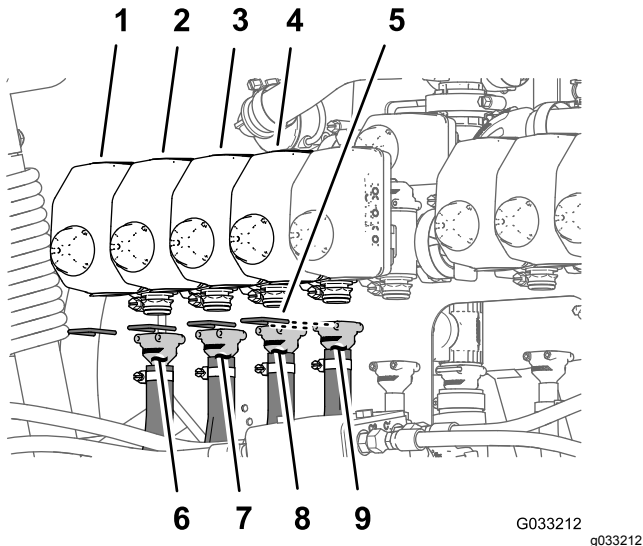
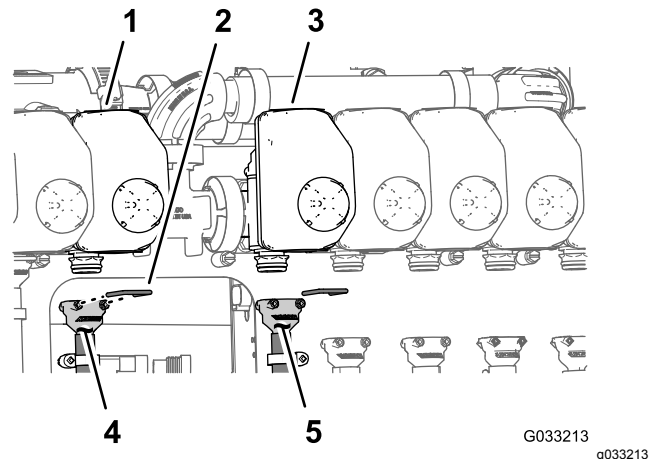
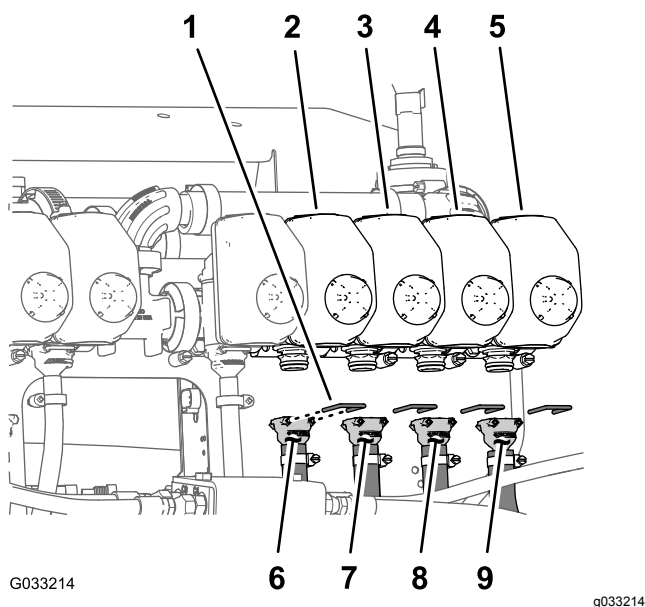

Figura 138
Figura 139
Figura 140
Nota: Consulte la Figura 138 en Conexión de las mangueras a las válvulas de boquillas 1 a 4 (página 67), Figura 139 en Conexión de las mangueras a las válvulas de boquillas 5 y 6 (página 67), y Figura 140 en Conexión de las mangueras a las válvulas de boquillas 7 a 10 (página 68) para conocer las posiciones de las válvulas de las boquillas.
1. Monte el acoplamiento dentado recto de una manguera de suministro de 279 cm en el acoplamiento de la válvula de boquilla 1 (Figura 138).
2. Sujete el conector dentado al acoplamiento con una horquilla de retención (Figura 138).
3. Monte el acoplamiento dentado recto de una manguera de suministro de 234 cm en el acoplamiento de la válvula de boquilla 2 (Figura 138).
4. Sujete el conector dentado al acoplamiento con una horquilla de retención (Figura 138).
5. Monte el acoplamiento dentado recto de una manguera de suministro de 188 cm en el acoplamiento de la válvula de boquilla 3 (Figura 138).
6. Sujete el conector dentado al acoplamiento con una horquilla de retención (Figura 138).
7. Monte el acoplamiento dentado recto de una manguera de suministro de 188 cm en el acoplamiento de la válvula de boquilla 4 (Figura 138).
8. Sujete el conector dentado al acoplamiento con una horquilla de retención (Figura 138).
1. Monte el acoplamiento dentado recto de una manguera de suministro de 81 cm en el acoplamiento de la válvula de boquilla 5 (Figura 139).
2. Sujete el conector dentado al acoplamiento con una horquilla de retención (Figura 139).
3. Monte el acoplamiento dentado recto de una manguera de suministro de 81 cm en el acoplamiento de la válvula de boquilla 6 (Figura 139).
4. Sujete el conector dentado al acoplamiento con una horquilla de retención (Figura 139).
1. Monte el acoplamiento dentado recto de una manguera de suministro de 188 cm en el acoplamiento de la válvula de boquilla 7 (Figura 140).
2. Sujete el conector dentado al acoplamiento con una horquilla de retención (Figura 140).
3. Monte el acoplamiento dentado recto de una manguera de suministro de 188 cm en el acoplamiento de la válvula de boquilla 8 (Figura 140).
4. Sujete el conector dentado al acoplamiento con una horquilla de retención (Figura 140).
5. Monte el acoplamiento dentado recto de una manguera de suministro de 234 cm en el acoplamiento de la válvula de boquilla 9 (Figura 140).
6. Sujete el conector dentado al acoplamiento con una horquilla de retención (Figura 140).
7. Monte el acoplamiento dentado recto de una manguera de suministro de 279 cm en el acoplamiento de la válvula de boquilla 10 (Figura 140).
8. Sujete el conector dentado al acoplamiento con una horquilla de retención (Figura 140).